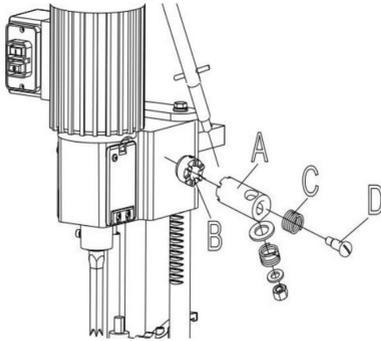

Fig. 2
1. Montera navet på handtagsenheten (A) Fig. 2, till änden av kugghjulsaxeln (B) och fäst handtaget på kugghjulsaxeln med hjälp av specialskruv (C) och fjäder (D).